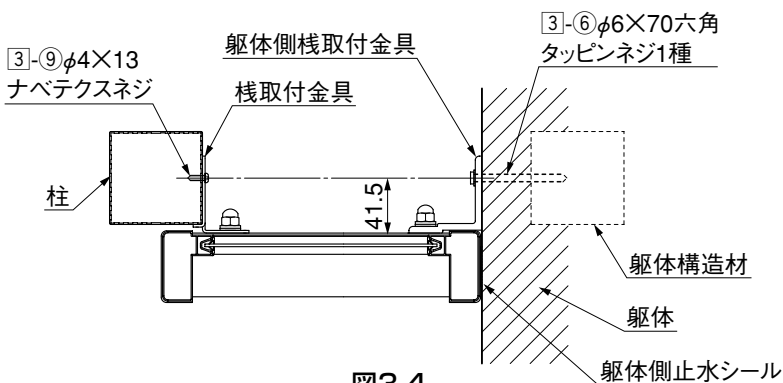
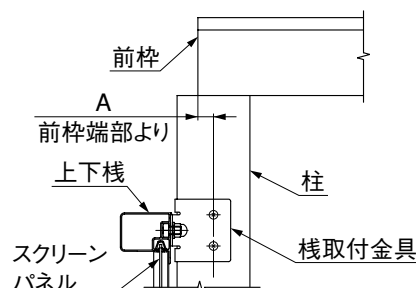

図3-4
図3-6 柱側納まり
● 躯体側棧取付金具の取付位置は、垂木掛け端部からAmmのところになります。(図3-6参照)
● ②を水平に保ちながら、③で位置決めしたところと交わるところが躯体側棧取付金具の取付位置です。(図3-4、図3-6参照)
● ③-⑥は、確実に躯体構造体に固定してください。壁面が破壊し、側面スクリーンが外れるおそれがあります。(図3-4参照)
⑦ 取付けた上下棧を外してください。